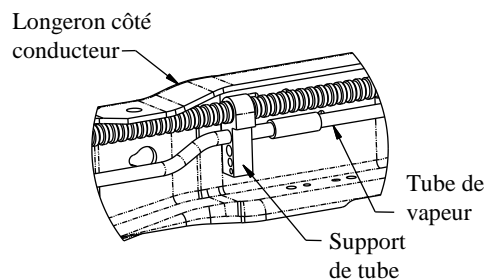
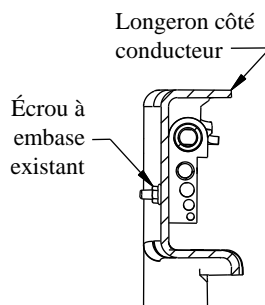

Figure 2a
Figure 2b
2. **Véhicules à moteur à essence seulement.** Le tube à vapeur qui court le long de la face intérieure du longeron de châssis côté conducteur doit être déplacé avant d'installer le support du côté conducteur (voir Figure 2a). Enlever l'écrou à embase de l'extérieur du cadre et le conserver pour usage ultérieur (voir Figure 2b). Faire pivoter les tubes vers le haut et de façon à libérer l'accès. Poser le support en L à l'aide des fixations 1/4 po, comme illustré à la Figure 2c. Fixer le support en L au cadre, mais laisser du jeu au support des tubes pour faciliter l'installation du support en L. Le serrage final du support des tubes sur le support en L s'effectuera à l'étape 18.